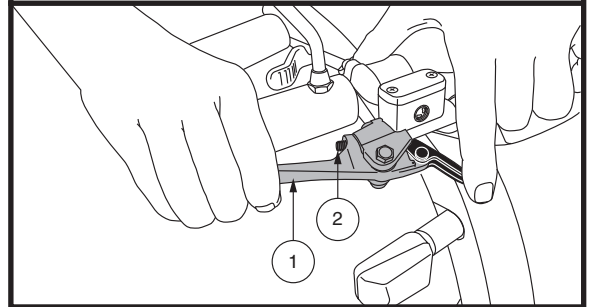

Figura 2. Palanca de freno de mano
- Presione el botón Alta-baja una vez para configurar el ajuste de velocidad a alta. El indicador Alta-baja aparecerá en la pantalla LCD. Ver la figura 2. El uso de esta configuración junto con los botones de ajuste de la velocidad permitirá que el vehículo llegue hasta la velocidad máxima preprogramada para el vehículo.
Esta palanca le proporciona potencia de frenado suplementaria. Cuando está en movimiento, suelte la palanca de control del acelerador y apriete suavemente la palanca del freno de mano para detenerse. La efectividad del freno de mano puede modificarse apretando o aflojando el tornillo de fijación ubicado en la palanca del freno de mano. Ver figura 2.